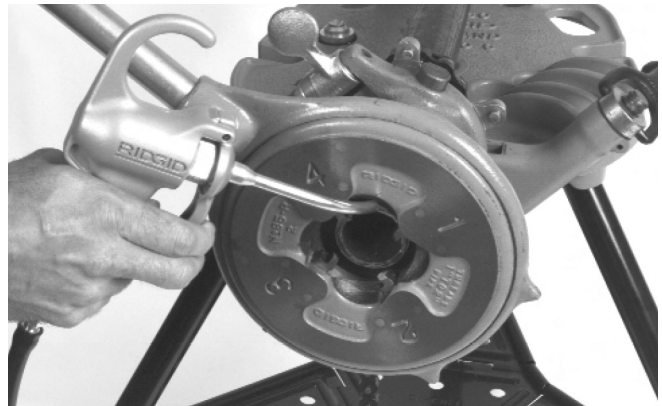

Figure 6 – Application de l'huile de coupe
10. Appliquez de l'huile de coupe RIDGID Thread Cutting Oil copieusement lors du filetage (Figure 6). L'utilisation d'une huile de lubrification ou d'une huile de coupe de qualité inférieure risque non seulement de produire des filetages de mauvaise qualité et des fuites, mais aussi de provoquer l'usure prématurée des filières et demander des efforts de pompage excessifs.